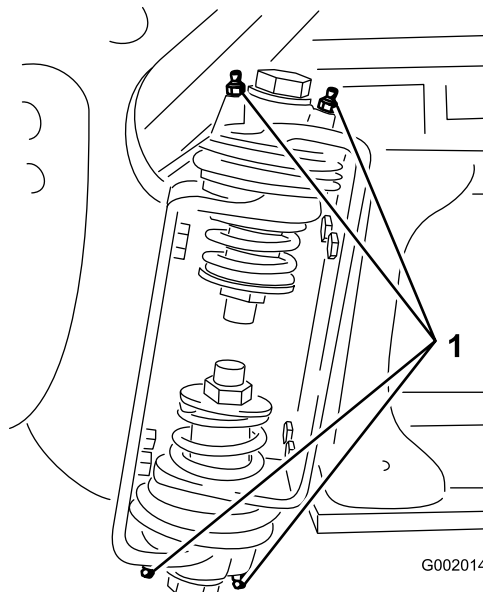

Figura 23
2. Bombée grasa en el cojinete o casquillo de cada punto de engrase Figura 23.